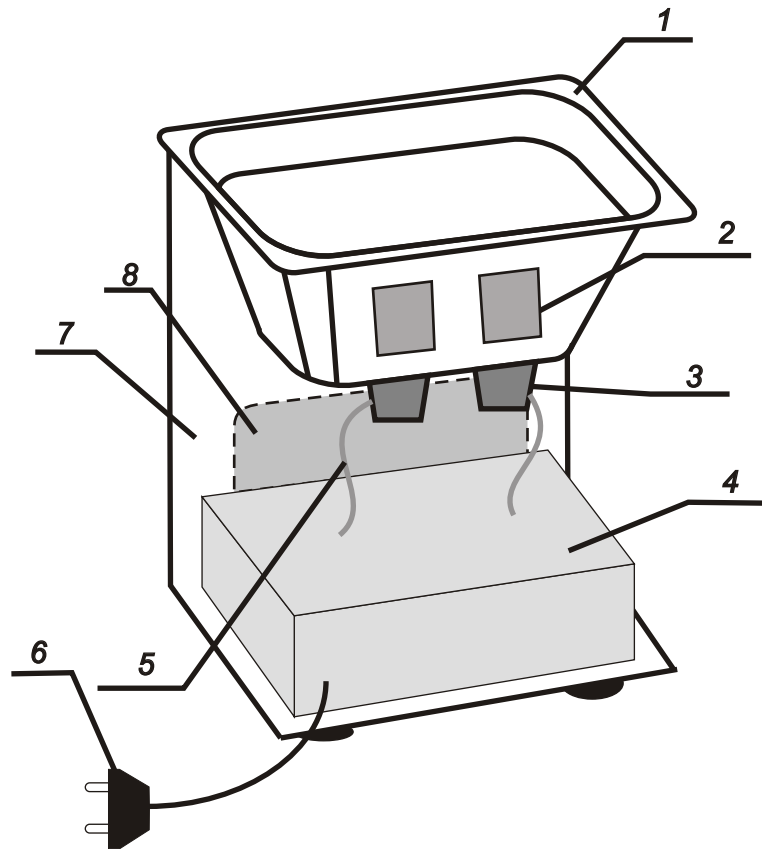

Рисунок 2.
2.1.1. Рабочим узлом ИЗДЕЛИЯ является ванна 1 (рисунок 2), выполненная из пищевой нержавеющей стали, со встроенными в её дно пьезокерамическими преобразователями 3 (рисунок 2), которые являются источником ультразвуковых колебаний.
2.1.2. На задней стенке рабочей ёмкости 1 (рисунок 2) установлены нагревательные элементы 2 (рисунок 2).
2.1.3. На передней панели корпуса расположен блок управления ИЗДЕЛИЯ 8 (рисунок 2).
- 2.1.4. Ванна соединена с ультразвуковым генератором 4 (рисунок 2), преобразующим напряжение электрической сети (220 В, 50 Гц) в высокочастотные электрические колебания (35 кГц), при помощи проводов 5 (рисунок 2).
3.1. Источником питания изделия служит ультразвуковой генератор, подключающийся к электрической сети 220 В, 50-60 Гц, при помощи кабеля 6 (рисунок 2). Рабочая полость ванны выполнена из нержавеющей стали.